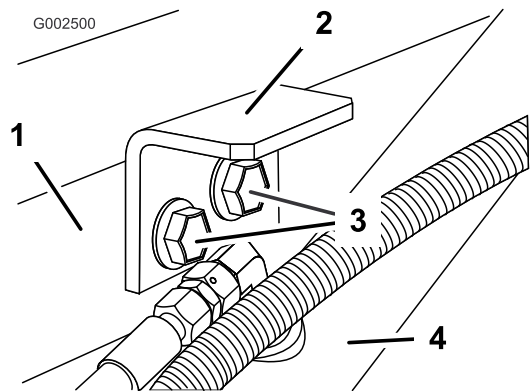

Bild 8
- Montieren Sie die Befestigungshalterungen mit den 2 zuvor entfernten Schrauben und Bundmuttern (Bild 8).